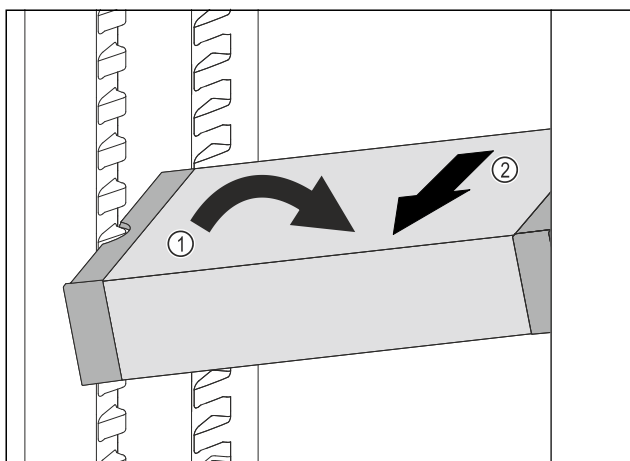

Fig. 69
- ▶ Расположите VarioSafe в холодильном отделении под наклоном. Fig. 69 (1)
- ▶ Извлеките VarioSafe движением вперед. Fig. 69 (2)